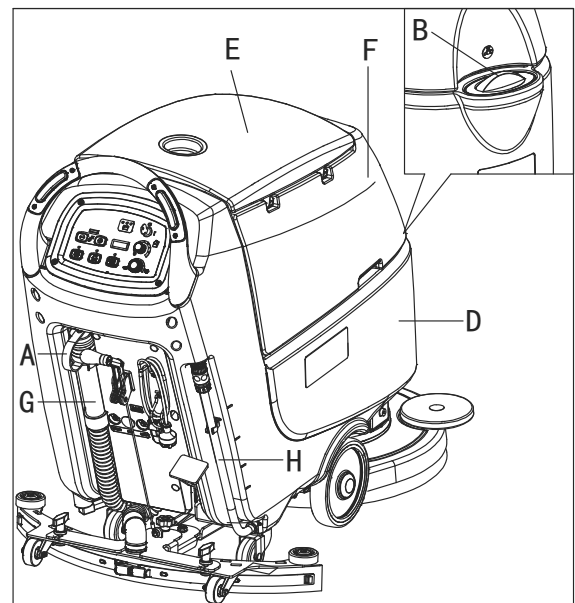

Рисунок 7
1. Откройте наливную горловину (В, Рис.7).
2. (Для машин без системы химического смешивания) Используйте переднюю наливную горловину (В) и или заднюю наливную горловину (Н) для заполнения бака (D) раствором, подходящим для работы. Дополните до контрольной отметки "1" шланга проверки уровня (Н). Всегда следуйте инструкциям разбавления на ярлыке химического продукта, используемого для приготовления раствора. Температура раствора не должна превышать +104°F (+40°C)..